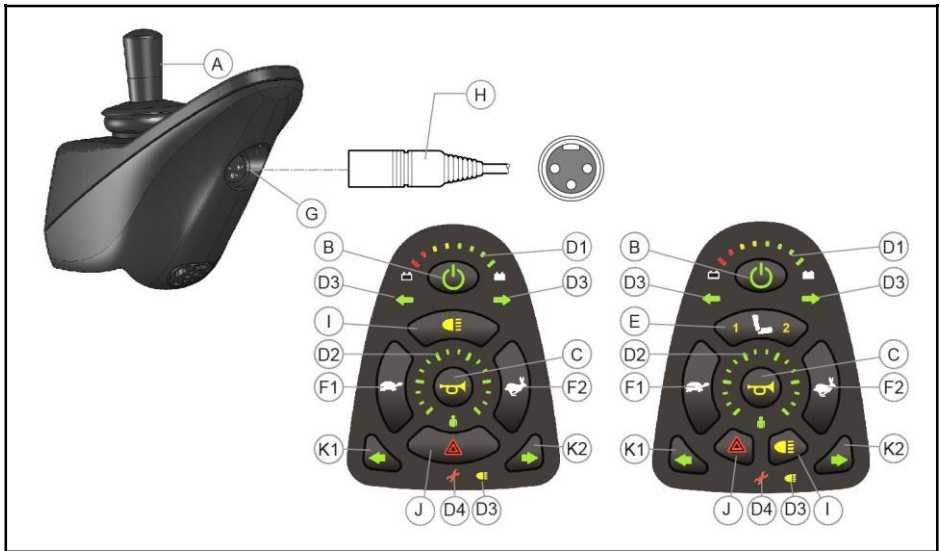

Abbildung 1.2: links Shark lights, rechts Shark seats & lights
Um mit dem Rollstuhl fahren oder die elektrischen Einstellungen vornehmen zu können, muss der Steuerkasten eingeschaltet werden. Drücken Sie hierzu auf den Ein-/Aus-Schalter (B in Abb. 1.2).
Die Höchstgeschwindigkeit kann über den Geschwindigkeitsregler des Steuerkastens eingestellt werden (F in Abb. 1.2). Während der Fahrt kann die Geschwindigkeit mit dem Joystick eingestellt werden. Wenn der Joystick nur ein klein wenig bewegt wird, ist auch die Geschwindigkeit geringer.
2. Aktivieren Sie den Modus ‚Einstellungen‘, indem Sie auf die Einstellungstaste drücken (E in Abb. 1.2). Der Steuerkasten befindet sich nun im ‚Einstellungsmodus‘, Sie können jetzt nicht mehr fahren.
5. Um wieder fahren zu können: Drücken Sie auf die „Geschwindigkeitsregler“-Taste, um in den Fahrmodus zurückzugelangen (F in Abb. 1.2).
- Beleuchtung (I in Abb. 1.2)
- Warnleuchten (J in Abb. 1.2)
- Blinker (K1 + K2 in Abb. 1.2)
- Nach vier Sekunden leuchten die Anzeigelampen für die Geschwindigkeit und die Verriegelung auf (D2 und M in Abbildung 1.2), um anzugeben, dass der Rollstuhl verriegelt ist.